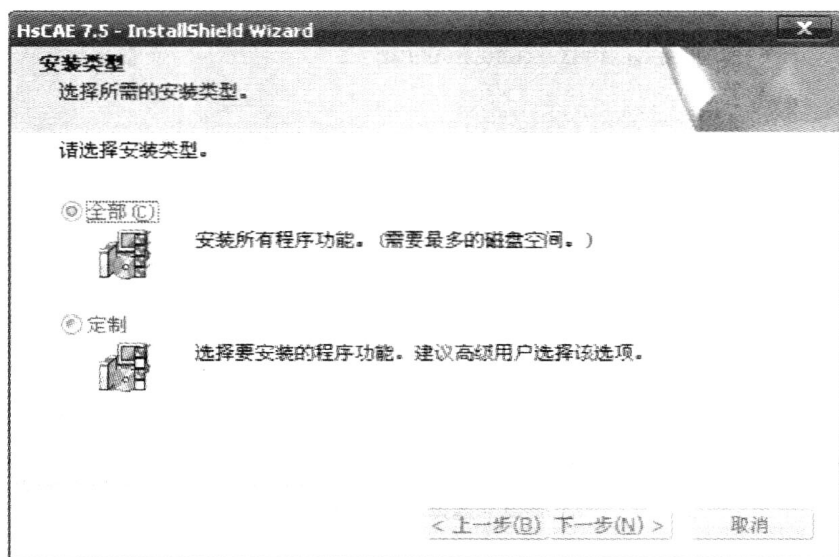
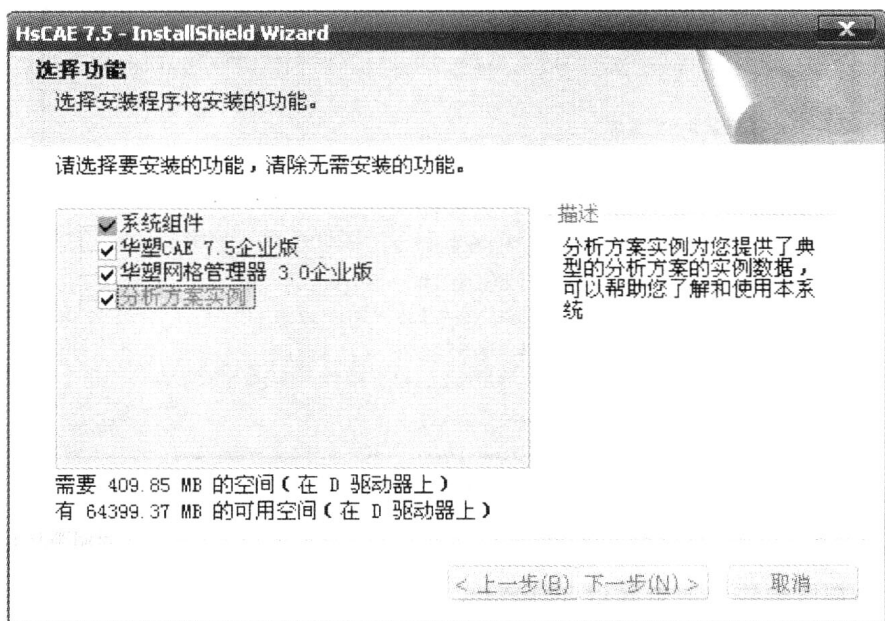

图 1-7 安装类型选择
图 1-8 安装组件选择
(7) 在图 1-7 所示的选择安装类型的页面中, 如果选择“全部”, 系统将安装全部的华塑 CAE 系统组件, 可以跳转到步骤 (10) 继续安装; 如果选择的是“定制”, 则可以定制需要安装的组件类型, 单击“下一步”按钮, 进入步骤 (9)。
(8) 如果在图 1-7 中选择的是定制安装，则会出现图 1-8 所示的选择安装组件的页面，在该页面中，选择需要安装的组件后单击“下一步”按钮。